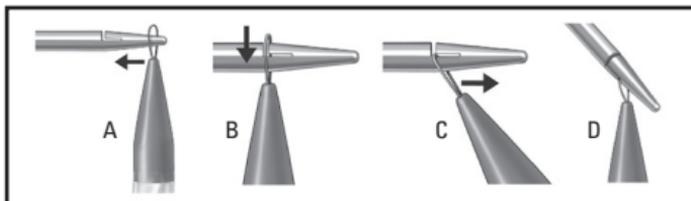

Figure 6. Engagement de la boucle d'association
6. Après avoir confirmé que la vessie est intacte, engager une (1) boucle d'association à l'extrémité distale de chaque aiguille (Figure 6) faisant saillie à travers le vagin.